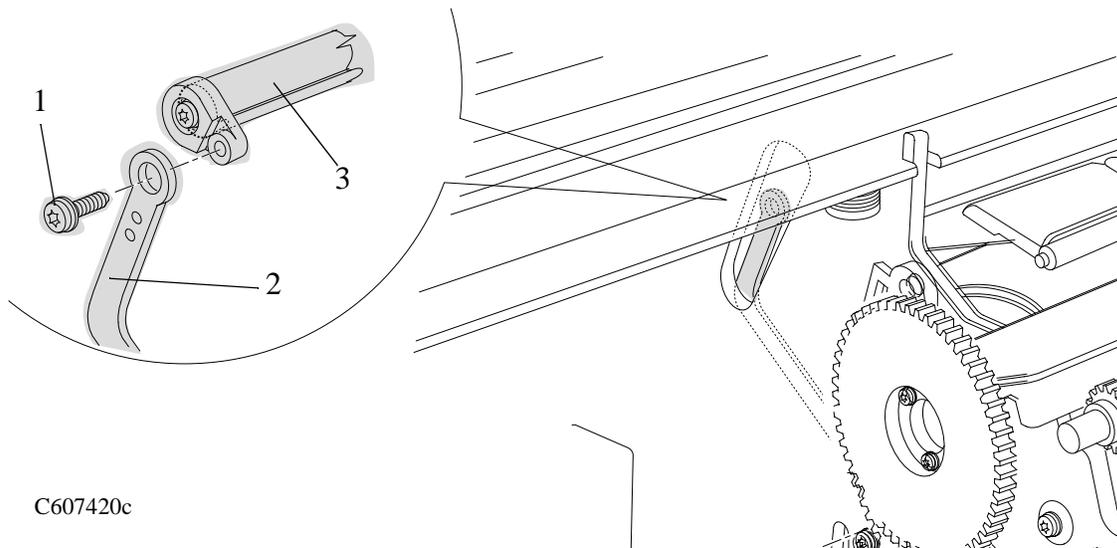

Figura 70: "Linkage Rod"
3. Quite el tornillo T-10 (ítem 1) del "linkage rod" (ítem 2) y del "pinch-wheel cam" (ítem 3) (Consulte la Figura 70.)